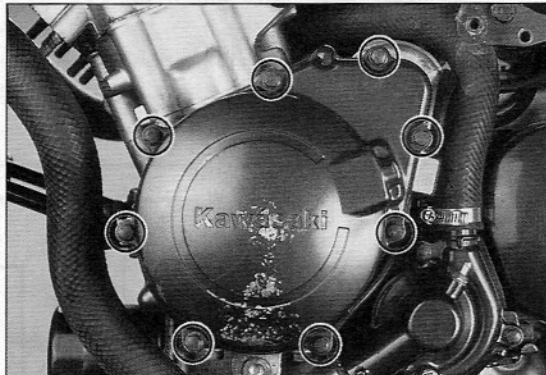

Bild 142
- Acht Befestigungsschrauben (Bild 142) ausdrehen und Generatordeckel abnehmen.